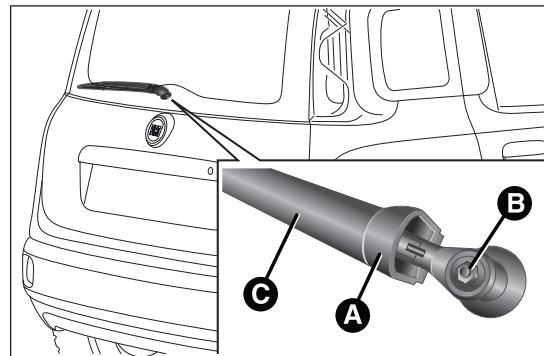

fig. 146
- ☐ levantar la tapa A fig. 146, aflojar la tuerca B y retirar el brazo C;